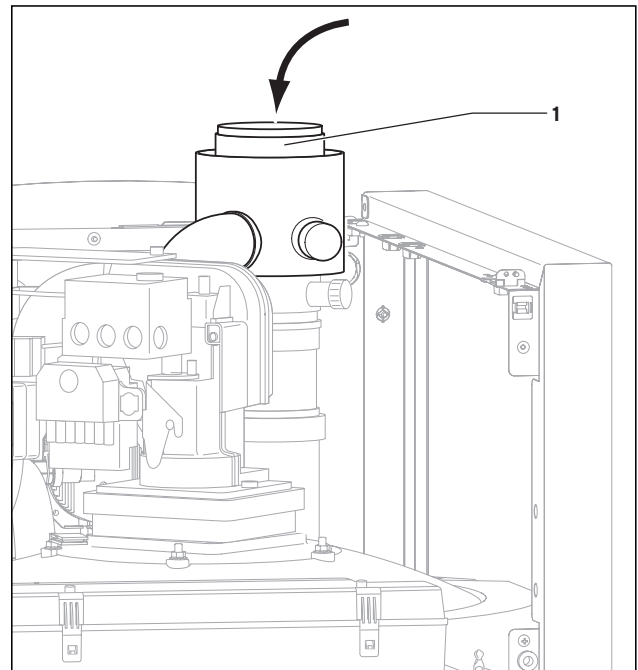

Abb. 5.11 Abgassammler befüllen
- Befüllen Sie den Abgassammler vor Installation der Luft/Abgasführung über den Abgasstutzen (1) mit Wasser (siehe Abb. 5.11) (Füllmenge ca. 1,0 l).